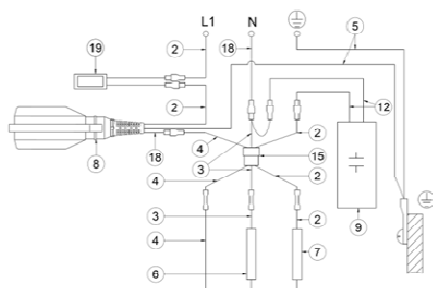

Fig.1
- Le elettropompe sono dotate di termico amperometrico di protezione a riarmo manuale. (Fig.1)